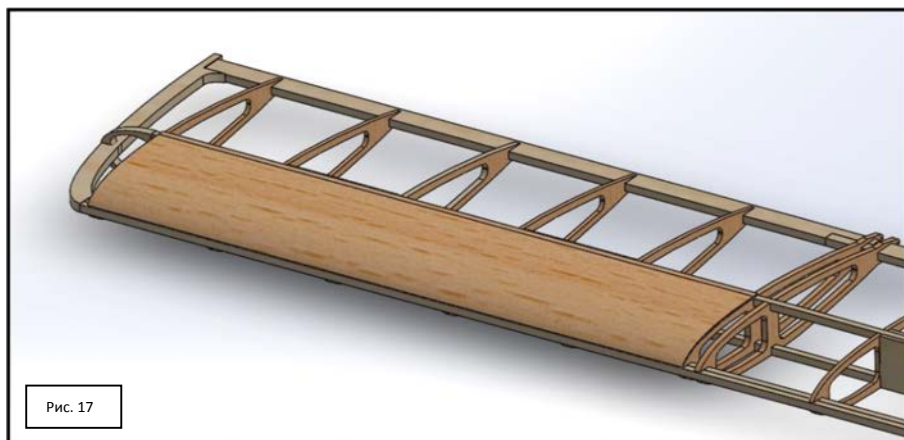

Рис. 17
Прижимаем пластину (не сломайте, бальса хрупкая) по длине клеевого шва на 5-10 мин. (см. **Рис. 17**). Для этого можно воспользоваться длинным и в меру тяжелым предметом. Оставляем крыло до полного высыхания.
**Рис. 17** поможет вам понять, что у вас должно получиться на этом этапе сборки.